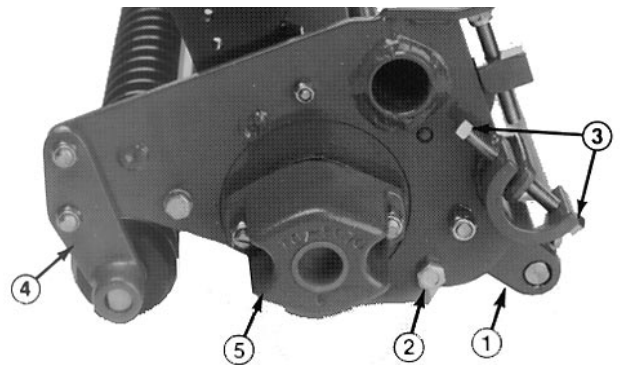

Bild 10
1. Die Sechskantschraube und Mutter entfernen, mit denen das Schnitthöhenprofil der hinteren Rolle an den Seitenplatten beider Seiten der Mähspindel abgesichert wird (Bild 10).
beiden Seiten der Mähspindel entfernen (Bild 10). Dann die Untermessereinstellschrauben an beiden Seiten der Mähspindel lockern (Bild 10). Danach läßt sich die Untermessergruppe durch Abdrehen von der Spindel entfernen.
1. Die Sicherungsmuttern entfernen, mit denen die vorderen Rollenprofile beider Seiten der Mähspindel an den Seitenplatten abgesichert sind (Bild 10).
1. Die Sicherungsmuttern von der Gegengewichts- endkappe entfernen und die Endkappe von den Stehbolzen abziehen (Bild 10).
2. Die Gegengewichts- endkappe entfernen (Bild 10).